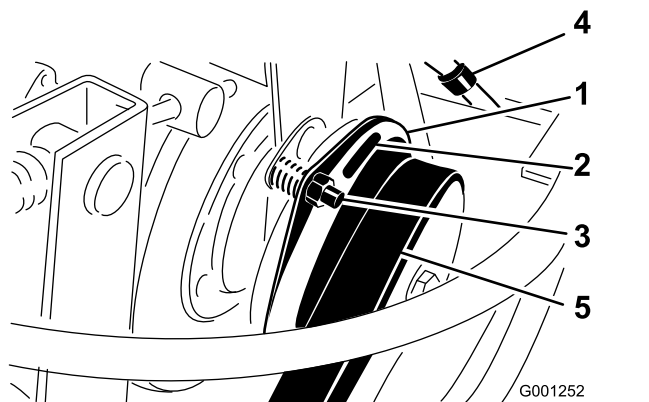

Figura 74
3. Regolate il traferro in modo da inserire, forzandolo leggermente, uno spessimetro di 0,38 mm tra il rivestimento interno della frizione e la piastra della frizione (Figura 74).
Nota: Per ridurre il traferro girate il dado di regolazione in senso antiorario (Figura 74). Il massimo traferro di servizio è di 0,76 mm. Regolate i 3 traferri.